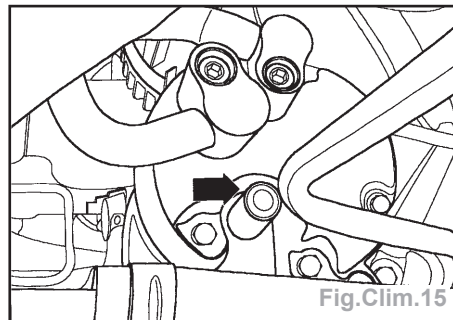

Fig.Clim.15
- La soupape de décharge de pression indique si elle s'est ouverte par elle-même puisque, dans ce cas, un petit plastique est alors expulsé (flèche) (Fig.Clim.15).